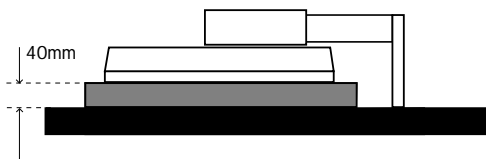

Figura S.1
3. Posizionate il monitor a faccia ingiù su una superficie non abrasiva. (Posizionate lo schermo su una piattaforma da 40 mm in modo tale che il sostegno sia parallelo alla superficie.) (Figura S.1).